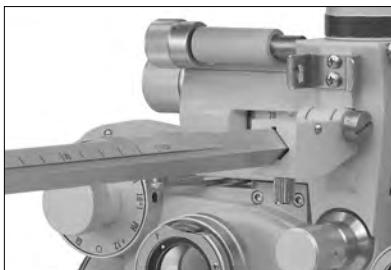

图27
如果镜片为多焦点镜片，需测试近点距离的屈光度。可使用近点测试标杆③①、测试卡托③③ 和近视标盘③②。降低近点测试标杆③①，标杆保持水平，为正确测量位置（图 27）。